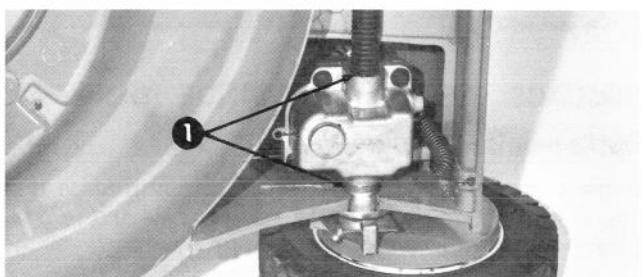

Figure 30
3. Desserrez la vis du serre-câble jusqu'à ce que le câble de commande des gaz puisse glisser librement (Fig. 30).
Le boîtier d'engrenages est rempli d'huile et scellé à l'usine; par conséquent, il ne demande aucun entretien régulier. Cependant, vérifiez le boîtier d'engrenages de temps à autre au cas où il y aurait des fuites d'huile entre les côtés du boîtier et l'essieu (Fig. 30). Si vous constatez une fuite d'huile excessive ou continue, faites vérifier la tondeuse par un concessionnaire TORO.